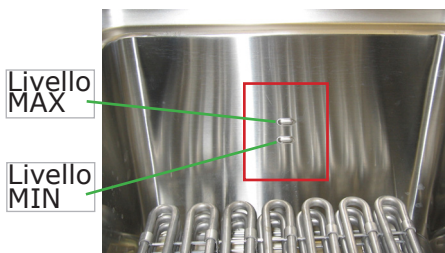

Fig. 7
- chiudere il rubinetto di scarico e riempire la vasca, almeno fino alla tacca di MIN e non oltre la tacca di MAX presenti all'interno della vasca (**fig. 7**), con olio o grasso per friggere.
Non mettere in funzione la friggitrice prima di aver riempito d'olio la/le vasca/vasche fino alla tacca di MIN. e non oltre la tacca di MAX, presenti all'interno della vasca, (fig.7).